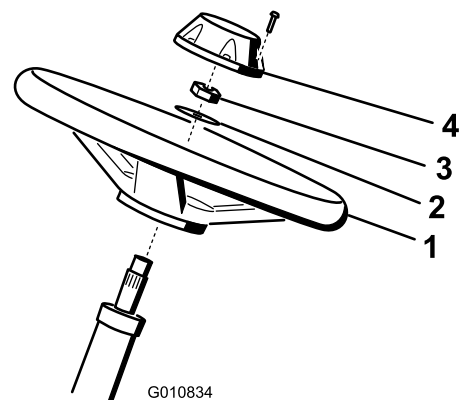

Bild 4
1. Schieben Sie das Lenkrad auf die Lenkwelle (**Bild 4**).
2. Schieben Sie die Scheibe auf die Lenkwelle (**Bild 4**).
3. Befestigen Sie das Lenkrad mit einer Sicherungsmutter an der Welle und ziehen es mit 27-35 N·m an (Bild 4).
4. Setzen Sie den Deckel auf und befestigen ihn mit sechs Schrauben am Lenkrad (Bild 4).